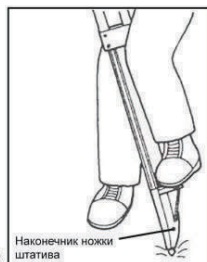

Рис.2
- 4) Убедитесь, что головка штатива расположена приблизительно горизонтально. Зафиксируйте наконечник ножек штатива, утопив их в грунт (Рис.2).